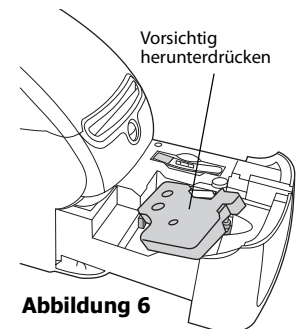

Abbildung 6
- 3** Legen Sie die Kassette ein, und drücken Sie feste, bis die Kassette in ihrer Position einrastet. Stellen Sie sicher, dass Etikett und Farbband richtig platziert sind. Siehe Abbildung 6.